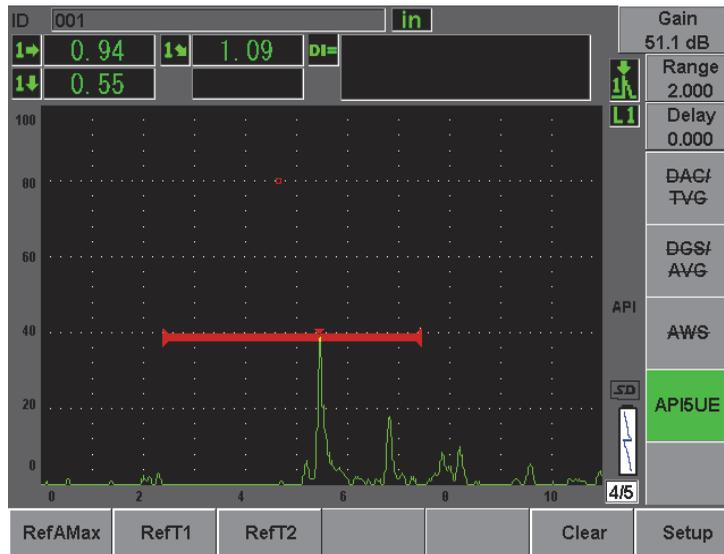

Figure 12-27 Stockage du point T_2
9. Appuyez sur les touches **[P3] RefT2** pour collecter la position de la chute de 6 dB sur le front descendant et définissez cette valeur comme valeur T_2 (voir la Figure 12-27 à la page 269).